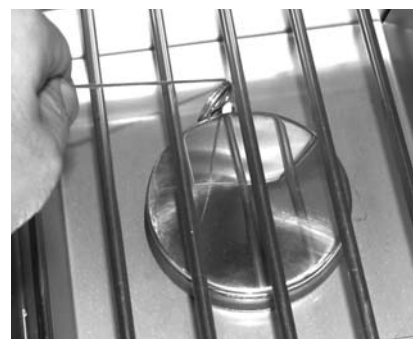

Fig. 10-2 - Éclairage manuel
2. Insérez un allumeur brûlant de butane de long-baril, une allumette brûlante de long-tige, ou une allumette brûlante tenue par un support de prolongation de fil par la grille à cuire s'ouvrant au brûleur (fig. 10-2). Tenez la flamme contre le bord du brûleur.
4. Si le brûleur ne s'allume pas, enfoncez immédiatement le bouton et tournez la valve à AU LOIN. ATTENDEZ CINQ (5) MINUTES avant de répéter les étapes 2 à 4 des instructions manuelles d'éclairage.